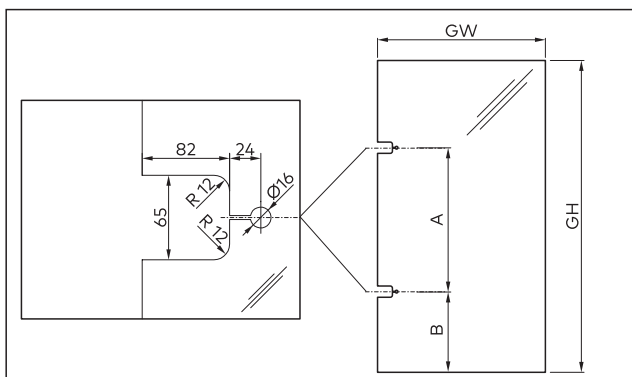

Fig. 10 Maße der Glasbearbeitungen
2. Die Maße der Glasbearbeitung prüfen (Abb. 10).
1. Die Aussparungen für die Montageplatten in der Zarge lotrecht anzeichnen. Maße A und B siehe Abb. 10.